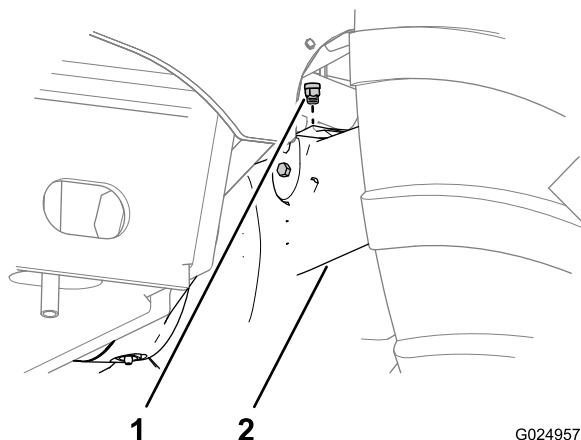
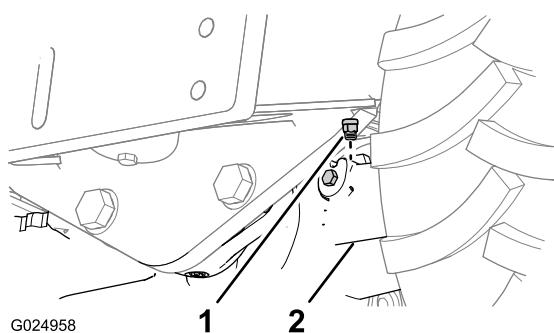

Figure 92
Figure 93
1. Nettoyez la surface autour des reniflards avec un solvant de nettoyage (Figure 92 et Figure 93).
2. Déposez les reniflards des ponts avant et arrière (Figure 92 et Figure 93).
5. Reposez les reniflards des ponts avant et arrière (Figure 92 et Figure 93).